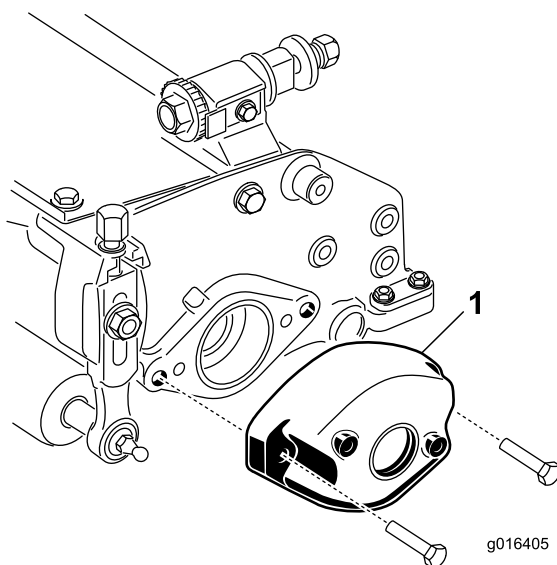

Figura 3
2. Scoatei contragreutatea (Figura 3).